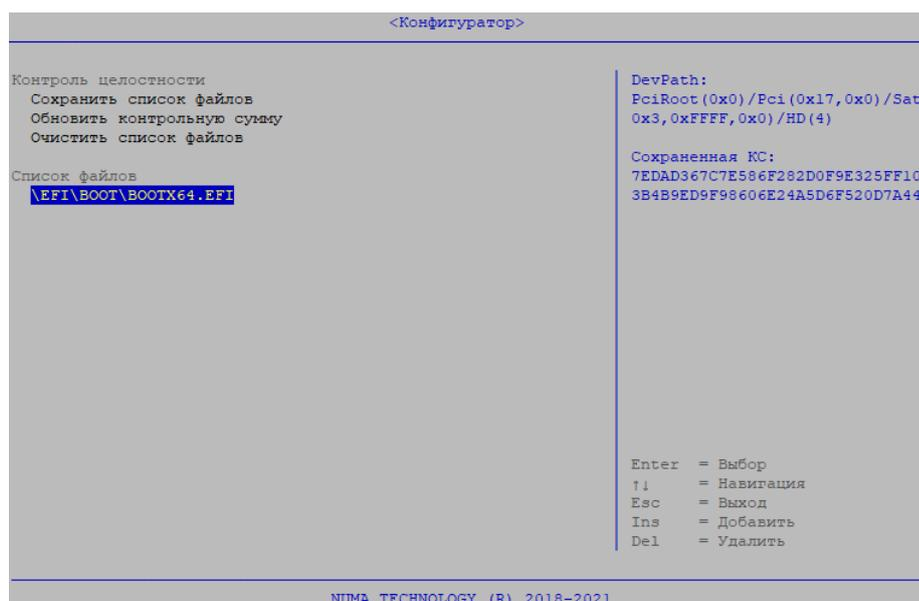

Рисунок 25 – Настройка контроля целостности
Настройка контроля целостности производится в отдельном меню «Конфигуратор» → «Редактирование профиля» → «Контроль целостности» (см. рисунок 25).
- выбрать требуемый файл и нажать «Enter» – файл появится в списке добавляемых файлов, справа будет выведены его путь и контрольная сумма (см. рисунок 25);